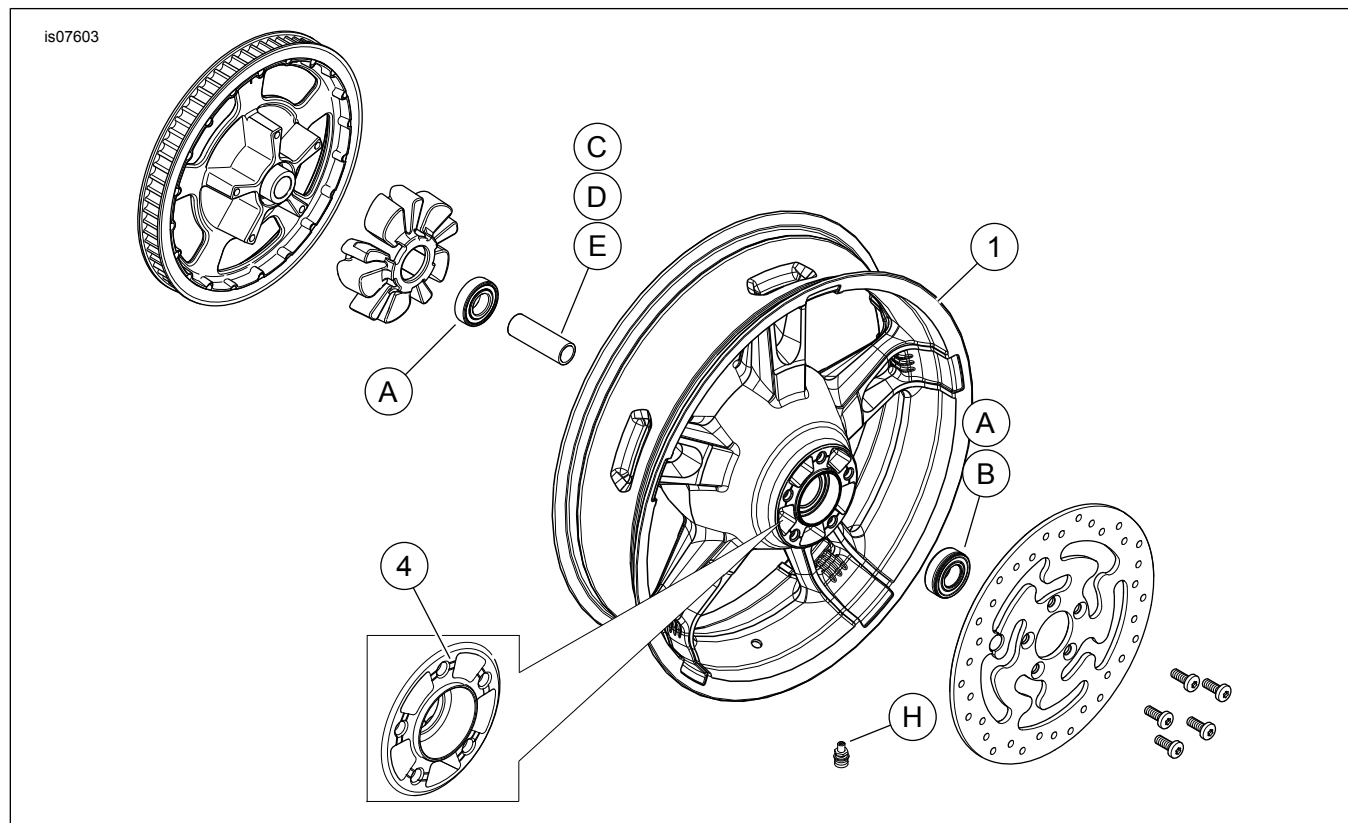

Figura 1. Parti di ricambio: Ruote posteriori Enforcer
Questi kit comprendono solo le ruote Custom. Vedere Figura 1 e Tabella 2.
2. Vedere Figura 1. Installare il gruppo dello stelo della valvola (H) sulla ruota. Vedere PNEUMATICI nel manuale di manutenzione.